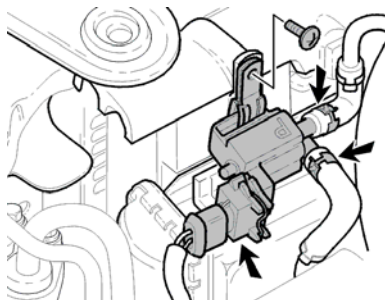

Abb. 8
- Taktventil mit Halter an der vorhandenen Schraube am Ladeluftkühler anschrauben (Abb. 8). Leitungen und Stecker wieder aufstecken. Dabei beachten das die Klammern der Leitungen am Taktventil nicht am Ladeluftschlauch scheuern.